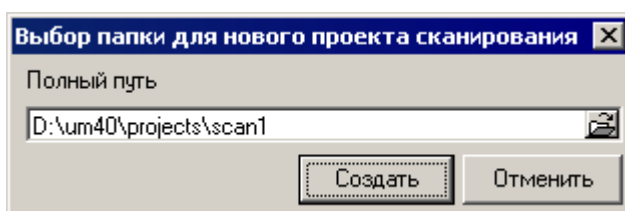

Рис. 3.4. Диалог выбора папки для нового проекта сканирования
3. В появившемся окне введите полный путь к каталогу сканирования, включая имя проекта (см. рис. 3.4).